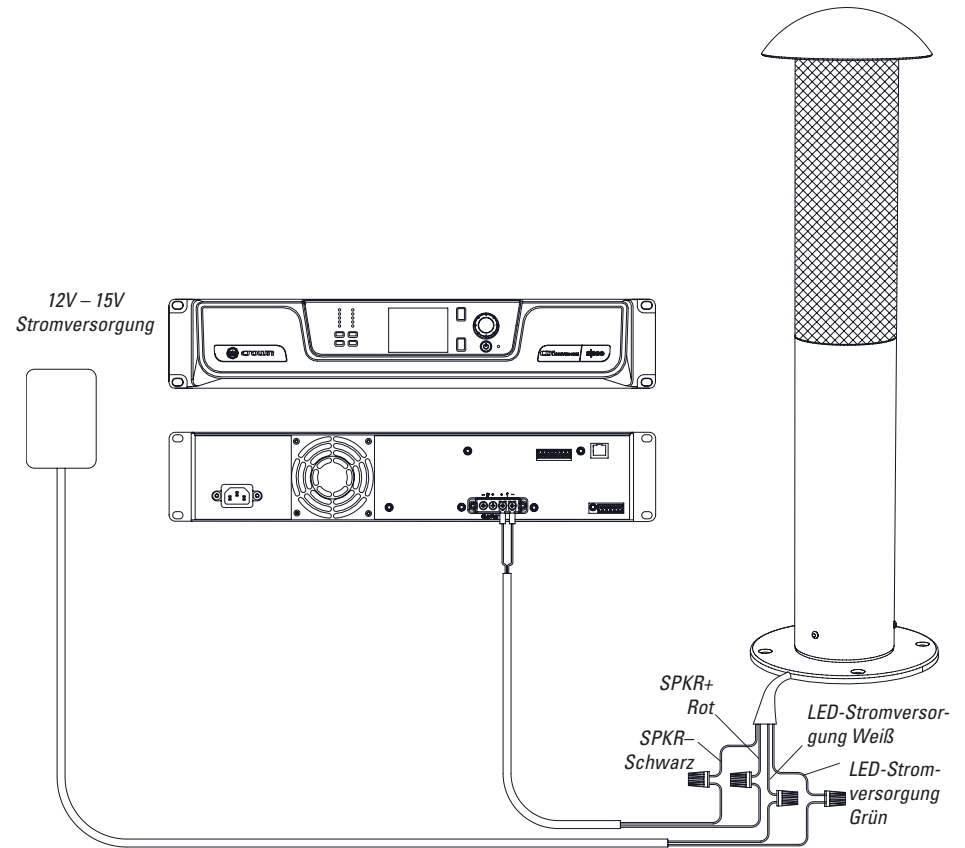

Abbildung 28
2. Das rote (+) Lautsprechereingangskabel mit dem (+)-Kabel vom Verstärker ausgang und das schwarze (-)-Lautsprechereingangskabel mit dem (-)-Kabel vom Verstärker verbinden (siehe Abbildung 28). Verwende Crimpverbinder oder Kabelmuttern, um eine sichere Verbindung herzustellen. Für eine höhere Zuverlässigkeit ist der Anschluss in einem unterirdischen, wasserdichten elektrischen Anschlusskasten nach IP65 vorzunehmen.